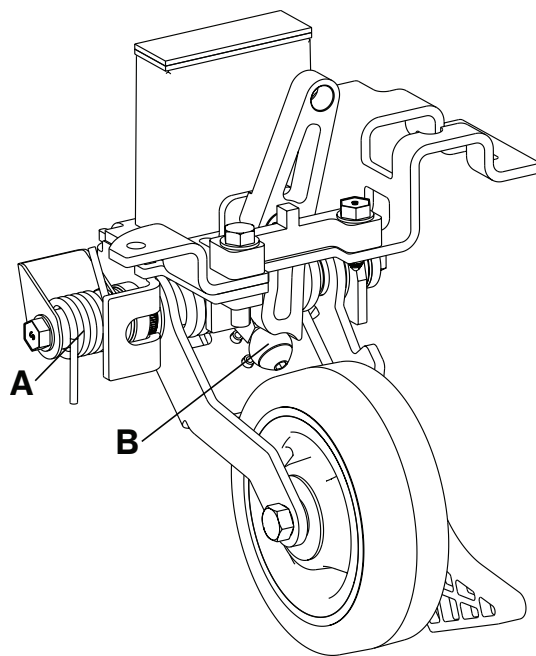

Figura 18 – Lubrificazione della quinta ruota retrattile
3. Applicare grasso MPG-3 sulla molla (A) e sul rullo (B) (Figura 18).